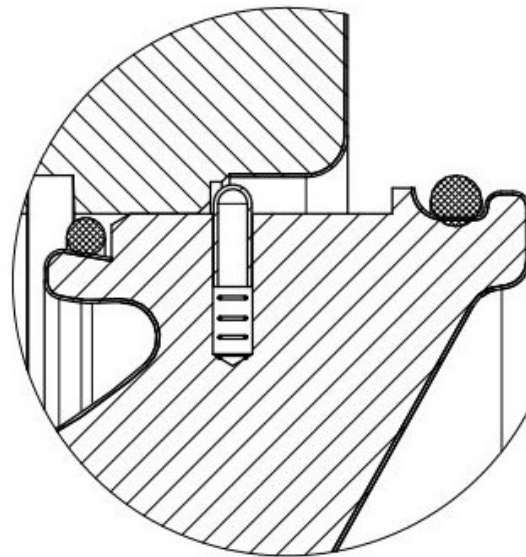

Bild 9.2: eingeführter Gehäuseeinsatz
- Den Gehäuseeinsatz in das Gehäuse einschieben bis die Federhülsen oder Zylinderstifte blockieren (siehe Bild 9.2).